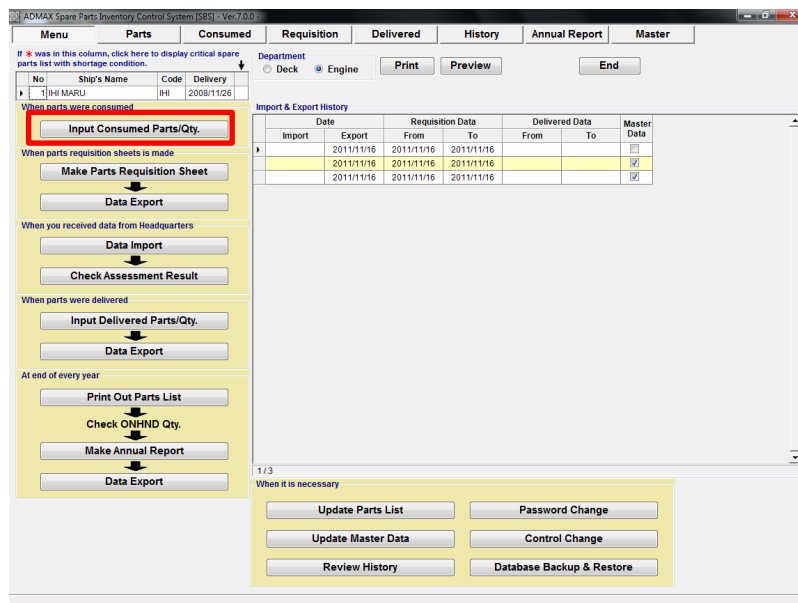

図 5-1 Menu 画面
1. “Menu”画面(図 5-1)上で、[Input Consumed Parts / Qty]を選択します。